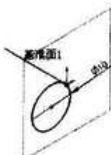

图 2-72 绘制草图
(11) 单击草图工具栏中的  (圆) 工具, 绘制出一个直径为 10mm 的圆。按住<Ctrl>键选取 3D 草图 1 的终点与草图 1 的圆边, 并在“添加几何关系”选项栏中选取“重合”几何关系, 结果如图 2-72 所示。